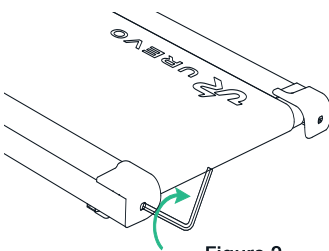

Figura 2
- Se il nastro per camminare si è spostato verso destra, utilizzare la chiave a brugola per ruotare la vite del rullo tenditore destro in senso orario di 1/4 di giro (vedi figura 2).